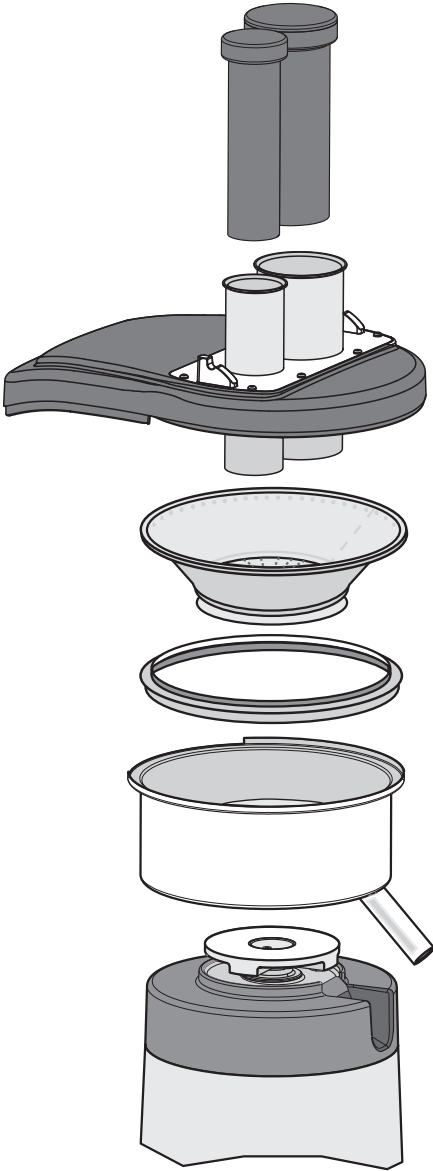
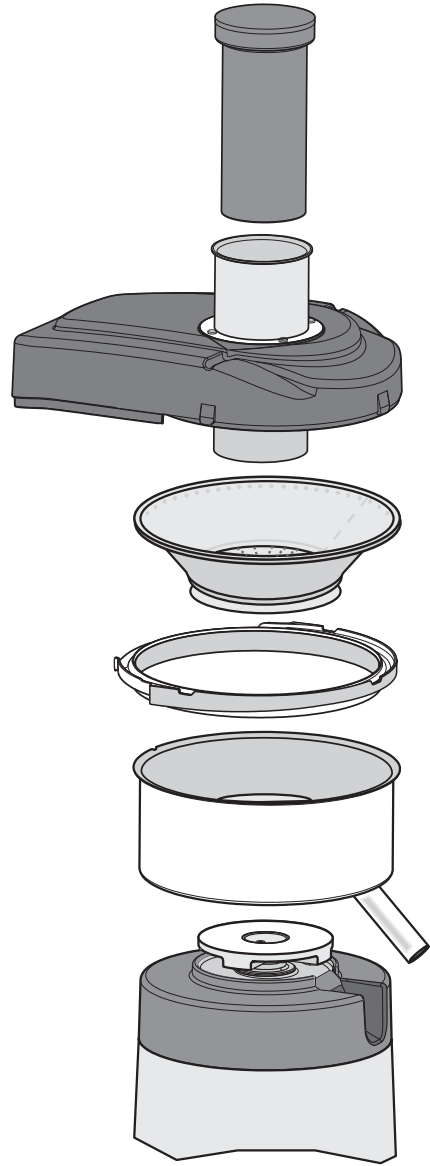

Fig. 9
Fig. 10
-  **1^{ère} mise en route :** Laver à l'eau claire tous les éléments en contact avec les aliments : le poussoir, le couvercle, le panier, la cuve, le conteneur à pulpe et l'anneau de rétention de la pulpe (pour démonter les différents composants (voir Fig. 9, Fig. 10 et Fig. 11)).
Pour démonter ces composants, décrocher la poignée de serrage et enlever dans l'ordre le poussoir, le couvercle, le panier, l'anneau de rétention de la pulpe et la cuve (Fig. 9, Fig. 10). Monter dans l'ordre opposé en faisant attention de placer le bec dans son logement du socle-moteur. Positionner correctement l'anneau de rétention de la pulpe, positionner le panier dans la cuve en vérifiant le positionnement correct du joint entraîneur du panier sur le disque d'entraînement et positionner le couvercle sur la cuve.